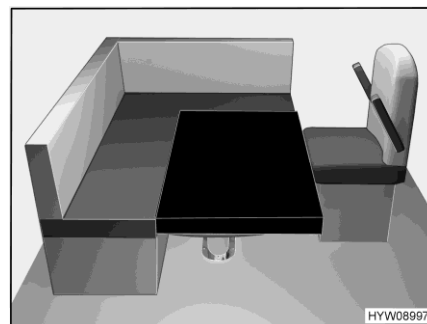

Fig. 71 Après la transformation
- Placer le coussin supplémentaire sur la table comme représenté à la Fig. 71. Le coin arrondi est orienté vers l'avant droit.